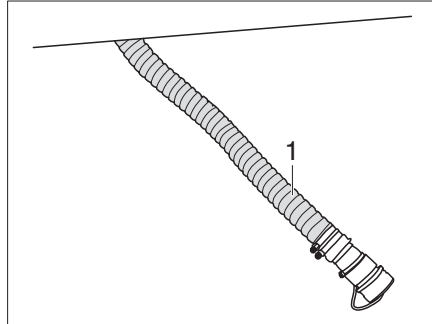

Fig. 368 Vaciar el cassette del aseo con vibrador
- Desenganchar el tubo flexible de vaciado (Fig. 368,1) situado debajo del vehículo e introducirlo en la estación de evacuación.
- Dejar el tubo flexible de vaciado (Fig. 368,1) en la estación de evacuación.
- Guardar el tubo flexible de vaciado (Fig. 368,1) debajo del vehículo.